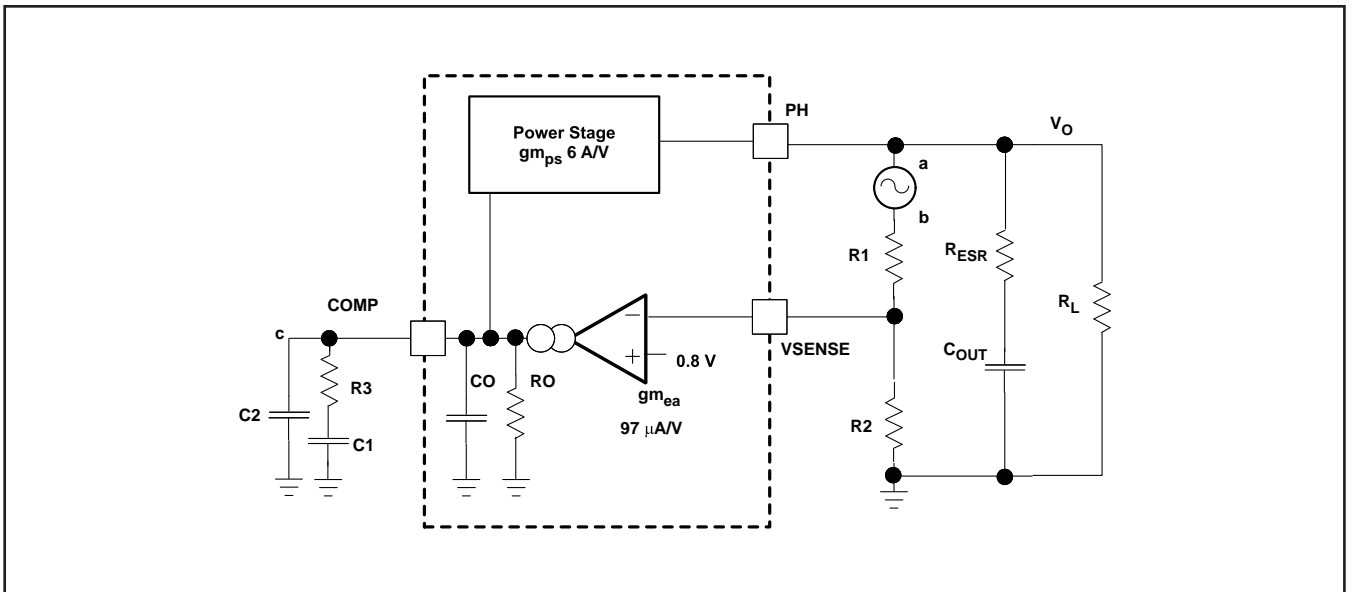
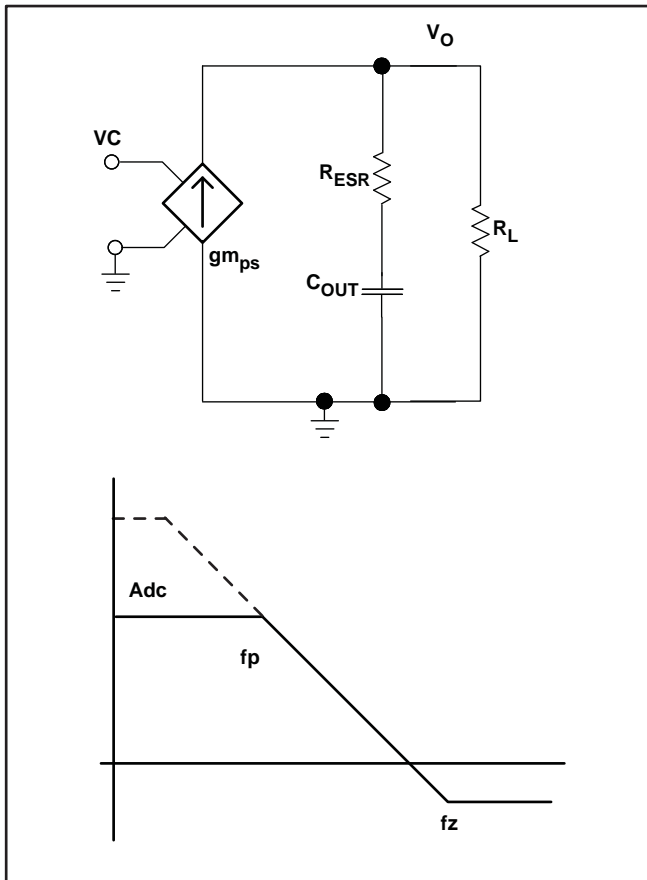

図 47. ループ応答の小信号モデル
図 48. ピーク電流モード制御の単純な小信号モデルおよび周波数応答
図47に、周波数応答と動的負荷応答をチェックするために回路シミュレーション・プログラムでモデル化できる、TPS54160A制御ループの等価モデルを示します。誤差増幅器は、 g_{mEA} が97 $\mu\text{A}/\text{V}$ のトランスコンダクタンス・アンプです。この誤差増幅器は、理想的な電圧制御電流源を使用してモデル化できます。抵抗 R_O およびコンデンサ C_O により、増幅器の開ループ・ゲインと周波数応答がモデル化されます。ノードaとbの間の1mVのAC電圧源は、周波数応答測定のために制御ループを実質的に分断します。c/aのプロットにより、周波数補償の小信号応答が示されます。a/bのプロットは、ループ全体の小信号応答を示します。 R_L の代わりに、時間ドメイン分析で適切な負荷ステップ振幅およびステップ・レートを持つ電流源を使用すれば、動的ループ応答をチェックできます。この等価モデルは、連続導通モードの設計に対してのみ有効です。
図48に、周波数補償の設計方法を理解するために使用できる、単純な小信号モデルを示します。TPS54160Aのパワー段は、出力コンデンサおよび負荷抵抗に電流を供給する電圧制御電流源（デューティ・サイクル変調器）として近似できます。制御-出力間の伝達関数は式 (14) に示され、DCゲイン、1つの支配的な極、および1つのESRゼロで構成されます。スイッチ電流の変化とCOMPピン電圧（図47のノードc）の変化との比が、パワー段のトランスコンダクタンスです。TPS54160Aの $g_{m_{ps}}$ は6A/Vです。パワー段周波数応答の低周波ゲインは、式 (15) に示すように、トランスコンダクタンスと負荷抵抗の積です。
負荷電流が増加または減少すると、低周波ゲインはそれぞれ減少または増加します。この負荷に対する変化は一見問題となりそうですが、幸い、支配的な極は負荷電流とともに移動します（式 (16) を参照）。それらの組み合わせによる効果は、図48の下側に点線で示されています。負荷電流が減少すると、ゲインが増加して極周波数が低下するため、負荷状態の変化に対して0dBクロスオーバー周波数は一定に保たれ、周波数補償の設計が容易になります。選択する出力コンデンサの種類によって、ESRゼロが周波数補償設計に大きな影響を与えるかどうかが決まります。ESRの高いアルミ電解コンデンサを使用すると、低周波では位相マージンがESRゼロから増加するため、ループ全体の安定化に必要な周波数補償部品の数が少なく済む可能性があります（式 (17) を参照）。